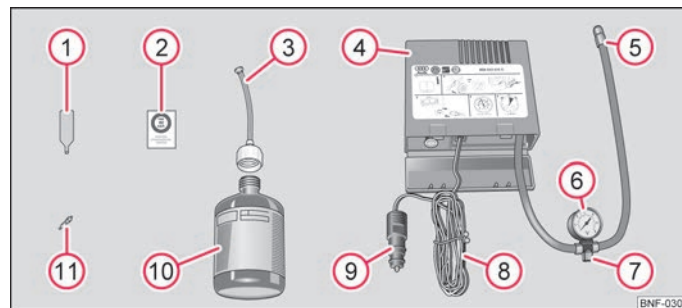

Bild 109 Beståndsdelar i reparationssatsen
- Fäst etiketten ② ⇒ **bild 109** på instrumentbrädan i förarens synfält.
- Skruva av ventilinsatsen med hjälp av ventilinsatsnyckeln ① och lägg den på ett rent underlag.
- Skaka däckfyllningsflaskan ⑩ ⇒ **bild 109** kraftigt några gånger fram och tillbaka.
- Skruva fast påfyllningsslangen ③ medurs på däckfyllningsflaskan ⑩. Folien på förslutningen brister automatiskt.
- Ta bort täckpluggarna från påfyllningsslangen ③ och tryck på den öppna änden fullständigt på däckventilen.
- Håll däckfyllningsflaskan ⑩ med botten vänd uppåt och fyll däck
- Skruva fast luftkompressorns däckpåfyllningsslang ⑤ ⇒ **bild 109** på däckventilen.
- Kontrollera om luftavtappningsskruven ⑦ är åtdragen.
- Sätt i kontakten ⑨ i 12 V-uttaget.
- Starta luftkompressorn med PÅ- och AV-omkopplaren ⑧.
- Om ett lufttryck på 2,0 – 2,5 bar inte kan nås, ska däckpåfyllningsslangen ⑤ lossas från däckventilen.
- Skruva fast däckpåfyllningsslangen ⑤ på däckventilen igen och upprepa pumpförloppet.